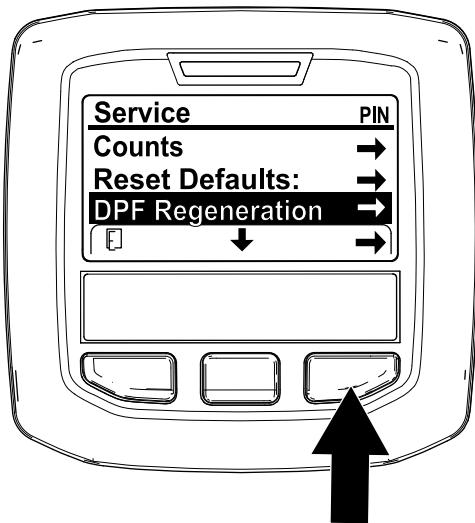

Рисунок 59
- Перейдите к меню Service (Техобслуживание), нажмите среднюю кнопку для прокрутки вниз к опции DPF REGENERATION (РЕГЕНЕРАЦИЯ DPF) (Рисунок 59).
- Нажмите правую кнопку для выбора позиции DPF Regeneration (Регенерация DPF) (Рисунок 59).